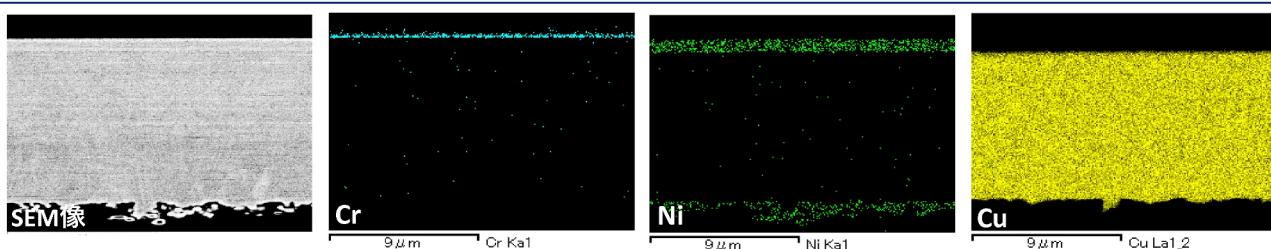

Fig.3 車ドアハンドルカバー断面の元素マッピング
■ めっき部分の断面について元素マッピングを行った結果、下地が厚い銅めっきで、これの上にニッケルめっき、その上にクロムめっきを施したものであることが確認されました(Fig.3)。尚、銅と樹脂の界面にニッケルが分布していますが、これは樹脂と銅めっきの密着を良くするため、樹脂表面に無電解ニッケルめっきを施しているためです。